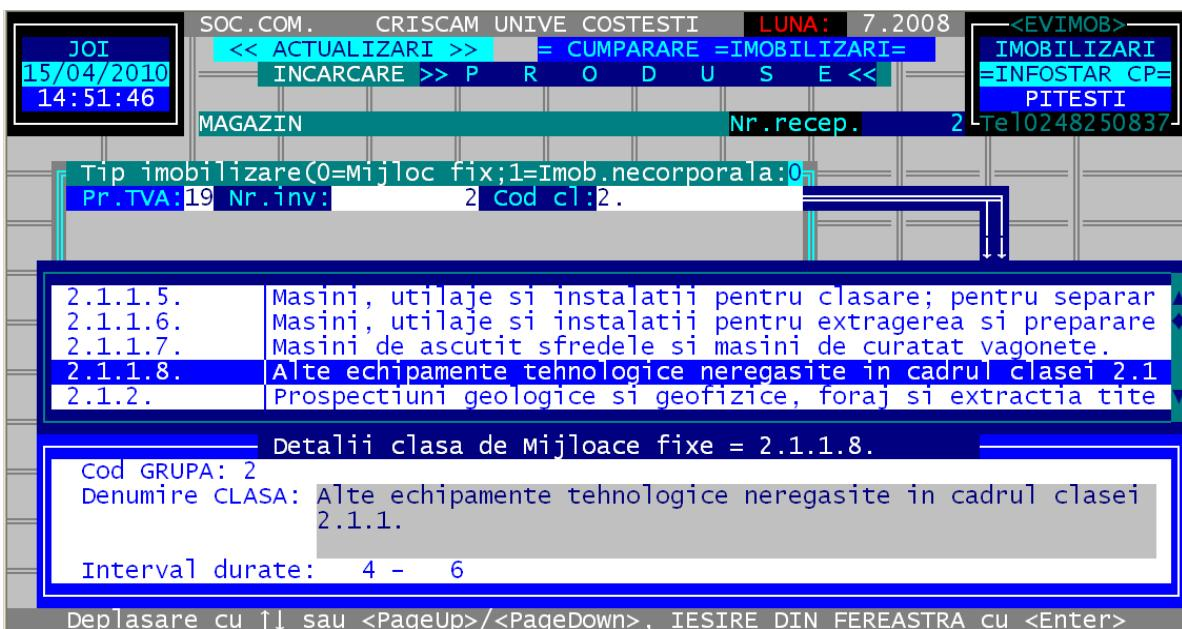

Fig. 23
2) **Încărcare produse** (immobilizări) (vezi fig.23, 24): *Numărul de inventar* va fi generat de către program ca efect al completării codului de clasificare corespunzător și al setării corespunzătoare a numerelor de inventar care urmează în fiecare grupă (vezi cap. 2.2., c). *Prețul unitar fără TVA* va fi de fapt valoarea de intrare (de inventar) a immobilizării curente. Completarea *cantității* cu o cifră **n>1** determină alocarea de numere de inventar succesive pentru cele **n** immobilizări identice receptiionate (se încarcă simultan toate în baza de immobilizări, ca produse individualizate doar prin numărul de inventar). *Normele de amortizare* corespund unei amortizări liniare. Immobilizări nou intrate